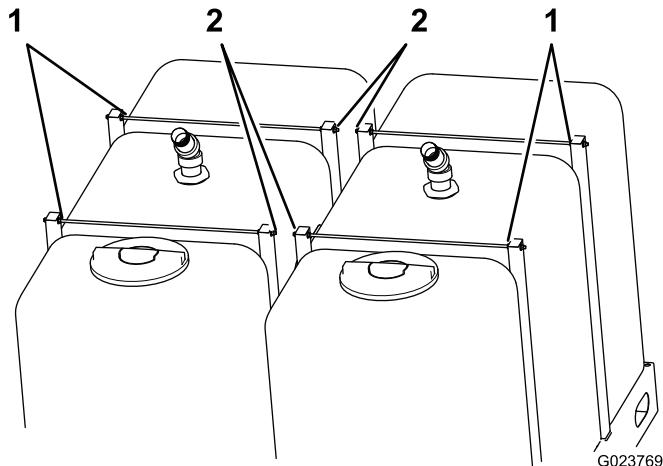

Figure 5
1. Retirez l'écrou intérieur (Figure 5) sur chacune des 4 tiges de support.